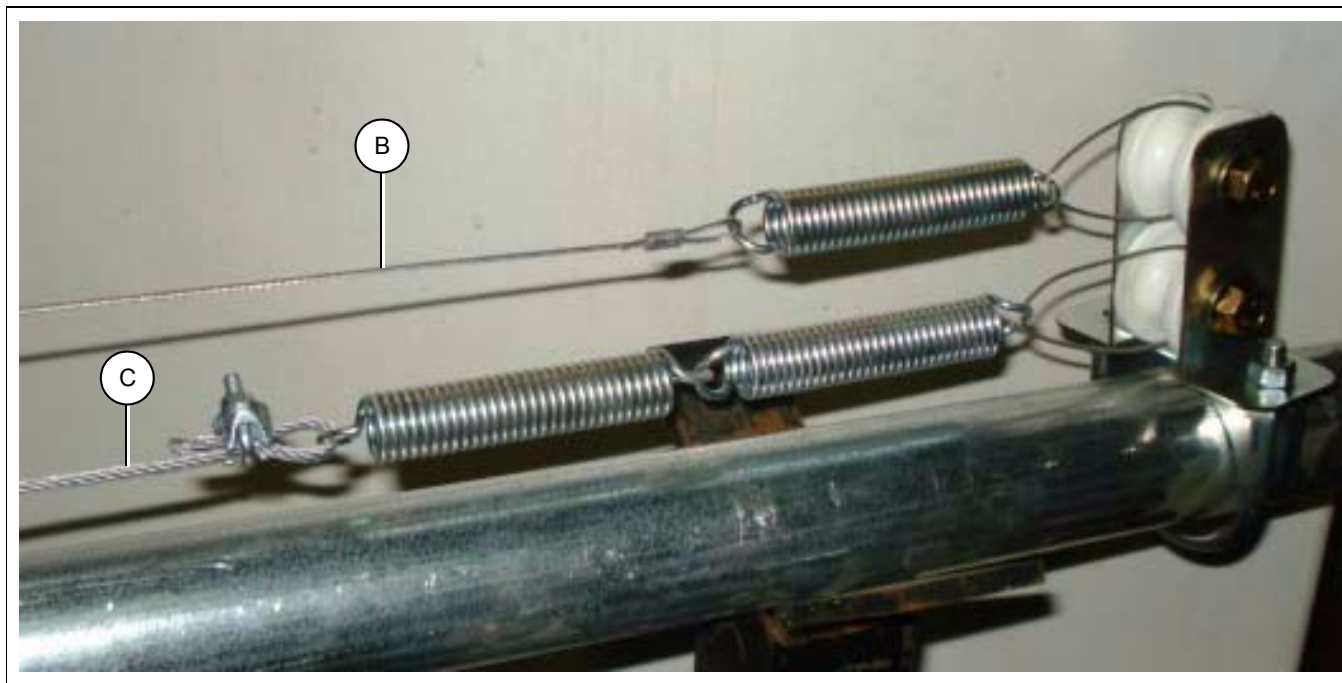

Рисунок 5W
3. Установите трос ворота (С) под проводом электрошокера (В), как показано на Рисунок 5W. Обязательно используйте две (2) пружины для надлежащего растяжения во время использования системы ворот.